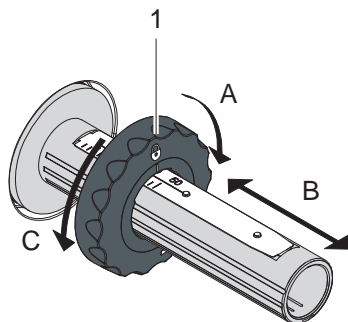

Figure 13 Mise en place du flasque de positionnement
2. Tourner le levier (6) dans le sens contraire des aiguilles d'une montre pour déverrouiller la tête d'impression.
3. Régler le flasque de positionnement (1) du dérouleur (5) d'après la largeur du ruban (Figure 13):
- Maintenir l'axe du dérouleur et déverrouiller le flasque de positionnement (1) en tournant dans le sens A.
- Déplacer le flasque de positionnement (1) vers la direction B et le régler sur la largeur du ruban à l'aide de la graduation.
- Maintenir l'axe du dérouleur et verrouiller le flasque de positionnement (1) en tournant dans le sens C.
4. Insérer le rouleau de ruban (4) sur le dérouleur (5) jusqu'au flasque de positionnement (1) afin que le côté encre du ruban soit à l'opposé de la surface de la tête d'impression.